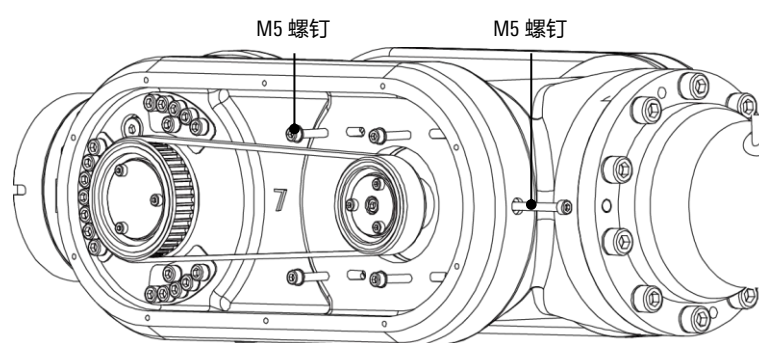

图 10-14 拆卸 J5 电机法兰
- 步骤5.** 拆卸张紧螺钉，再拆掉 J5 电机法兰螺钉及带轮调节螺钉，采用外六角扳手拆卸 M5 螺钉，如图 10-14 所示。